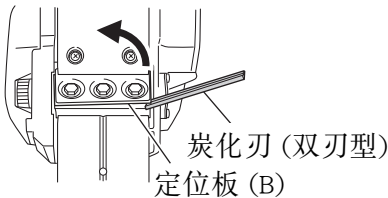

图 12
- (1) 如图 12 所示，抬起定位板 (B) 将新的炭化刃插入刀刃座与定位板 (B) 之间。